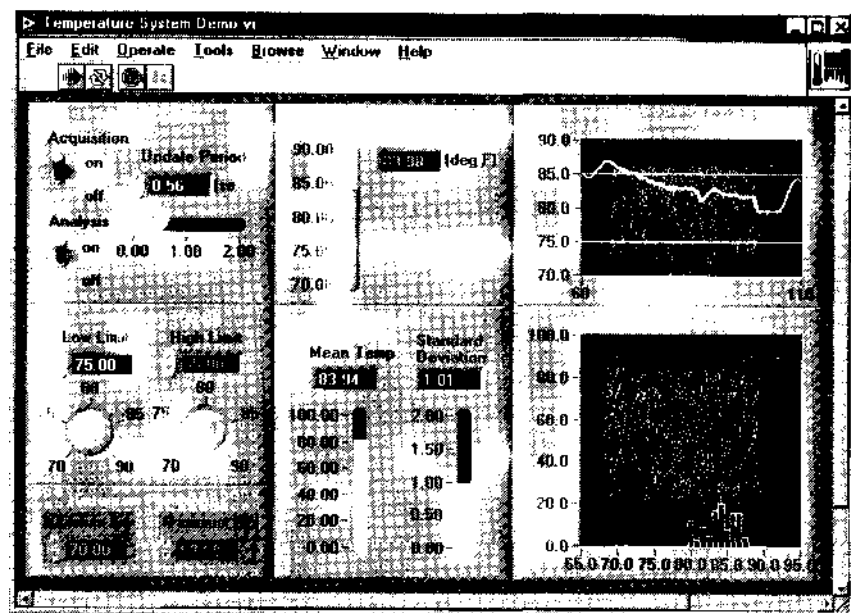

Рис. 1.7. Окно лицевой панели ВП Temperature System Demo
3. Откройте каталог (или папку) Everyone двойным щелчком мыши. Выберите библиотеку CHI.LLB (обратите внимание: библиотека в LabVIEW, отмеченная расширением .lib, является виртуальным каталогом, включающим только виртуальные приборы). Просмотреть содержимое такой библиотеки вы можете только через LabVIEW - для операционной системы она является единичным файлом. Затем откройте **Temperature System Demo.vi** (если у вас полная версия LabVIEW, вы также можете обнаружить этот пример в examples/apps/tempsys.lib). После загрузки вы увидите лицевую панель **Демонстрация измерения температуры** (Temperature System Demo), показанную на рис. 1.7. На ней находятся цифровые элементы управления, логические (булевские)